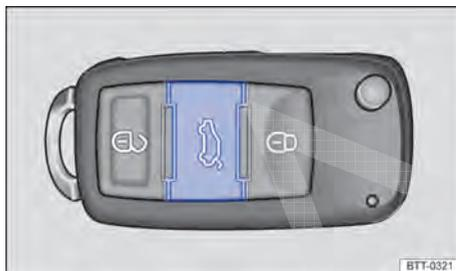

Fig. 54 Na chave do veículo: botão de destravamento da tampa traseira.
- Se caso o veículo encontrar-se travado, apertar o botão na chave do veículo com comando remoto → Fig. 54 (seta) por aproximadamente um segundo para destravar a tampa traseira.